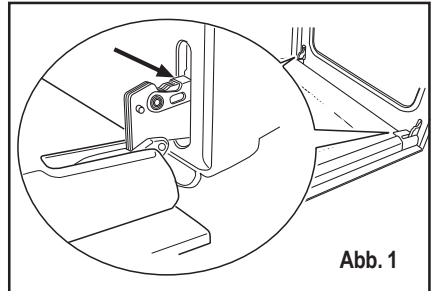

Abb. 1
2. Die Tür ist über Scharniere mit dem Backofen verbunden (Abb. 1).